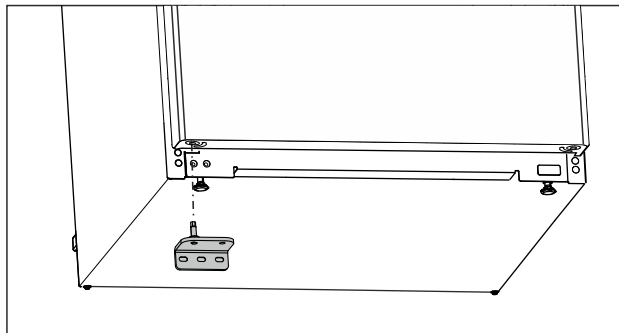

Fig. 21
- ▶ Nasadte ložiskovú konzolu na opačnú stranu. (pozri Fig. 21)